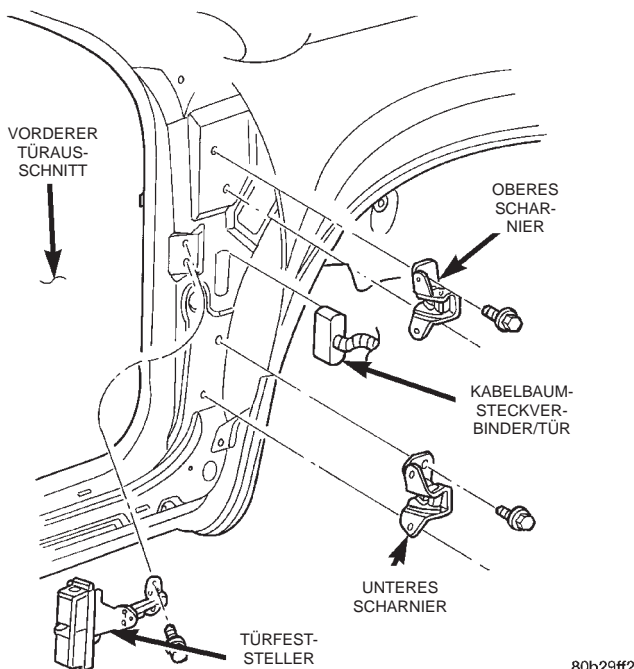

Abb. 36 Türscharniere/Vordertür
(1) Lage des Türscharniers an der Scharniersäule markieren.
(2) Scharnierbolzen und Mutter lösen, mit denen das Scharnier an der Vordertür befestigt ist.
(3) Befestigungsschrauben lösen, mit denen das Scharnier an der Scharniersäule befestigt ist (Abb. 36).
(4) Scharnier vom Fahrzeug abbauen.